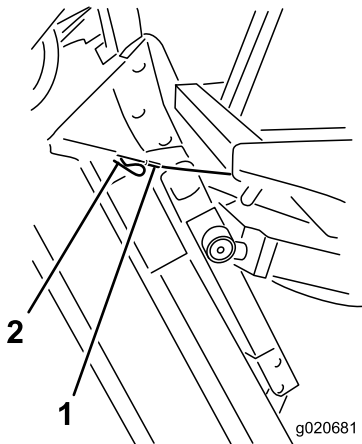

Figura 81
6. Sujetando la carcasa de corte en posición vertical, coloque el extremo del cable sobre el pasador del brazo de elevación de la carcasa y fíjelo con el pasador de horquilla (**Figura 81**).